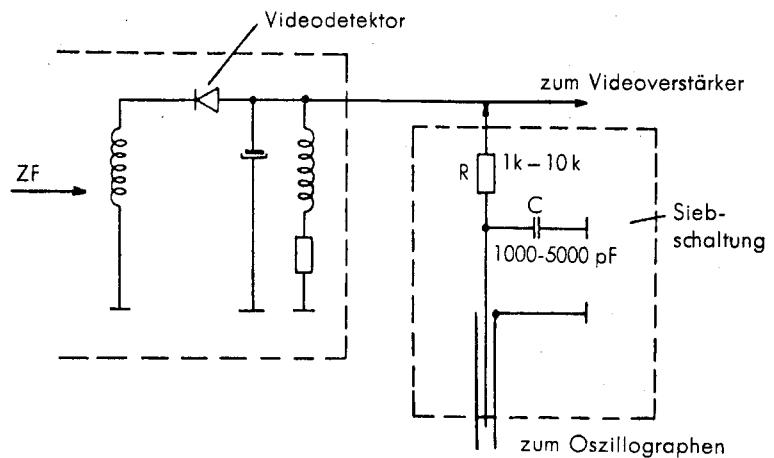

Bild 6 Siebschaltung für Anschluß des Oszillographen an den Videodetektor
- Am Video-Detektor des Empfängers auftretende Spannung der Senkrechtablenkung des Oszilloskophen zuführen. Bei Verwendung eines NORDMENDE-Oszilloskophen kann man dazu den zugehörigen Tastkopf (Stellung 1:1) mit der abgeschirmten Leitung verwenden. Bei NORDMENDE-Fernsehgeräten schließt man den Oszilloskophen einfach an die Meßbuchsen D und A an (Buchse A ist Masse. Ausführliche Abgleichsanweisung siehe Kundendienstanweisung vom FS-Empfänger). Sind keine Meßbuchsen am Fernsehgerät vorhanden, so klemmt man eine Siebschaltung nach Bild 6 am Videodetektor des Gerätes mit kürzesten Leitungen unmittelbar in der Verdrahtung.
- f) Markengeber auf Stellung „Fremd-Mod.-AM“ schalten. „Marken-Ampl.“ aufregeln und Abstimmung durchzubilden. Dabei muß die Marke über die Kurve laufen. Man stellt sie so klein, daß sie gerade noch erkennbar bleibt, da sie andernfalls die Kurve stark zusammendrückt. Sofern nicht schon in der Siebschaltung nach Bild 6